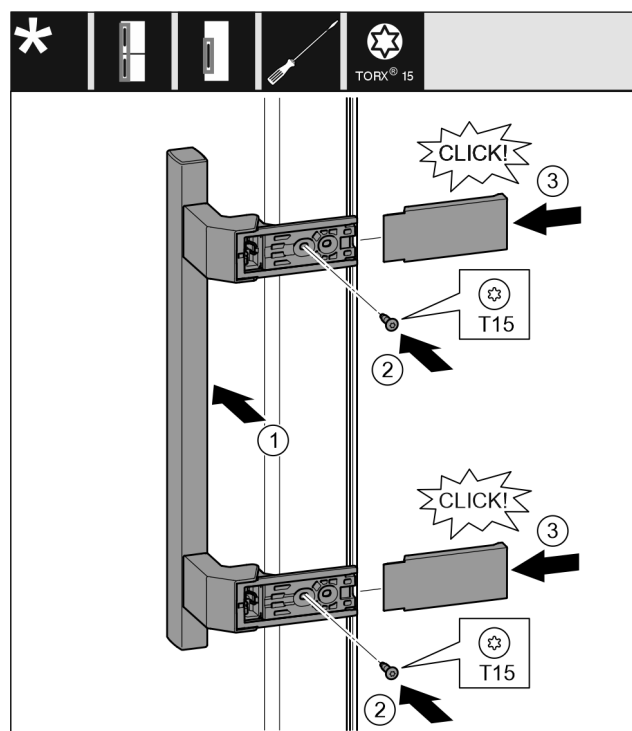

Fig. 38
- ▶ Poser la poignée sur le côté opposé. Fig. 38 (1)
- ▶ Serrer les vis avec un tournevis T15. Fig. 38 (2)
- ▶ Mettre en place les caches latéralement et les enfiler. Fig. 38 (3)